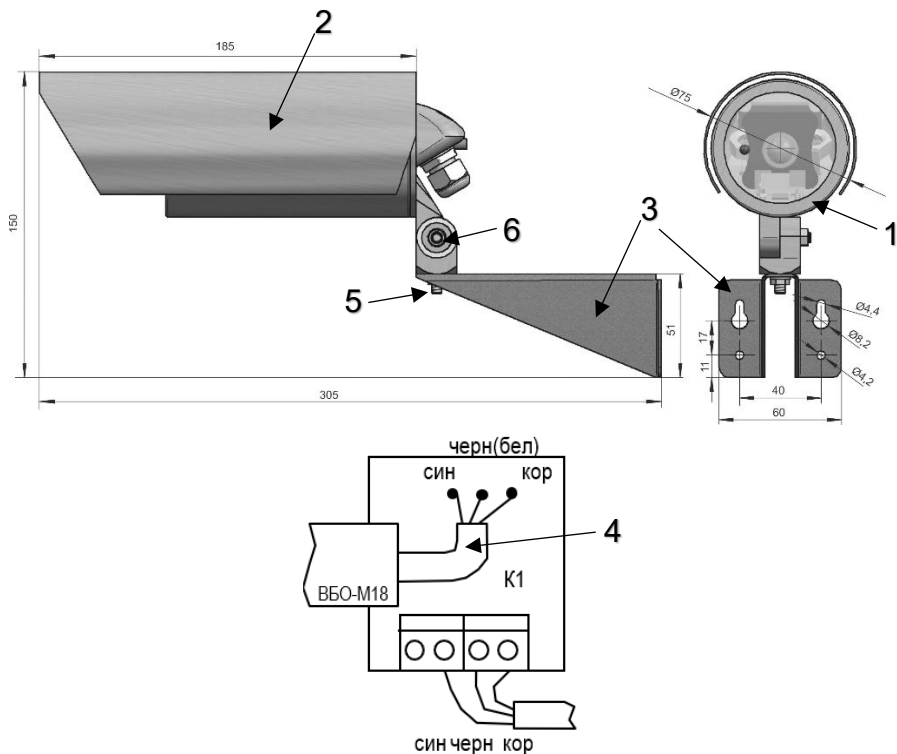

Рисунок 1 - Внешний вид и габаритные размеры
5.1.1 Вывернуть защитный кожух 1 корпуса (рисунок 1).
5.1.2 Разместить в термокожухе возле стекла пакет с силикагелем, предварительно сняв с него полиэтиленовую упаковку. При необходимости, подключить кабель 4 (рисунок 1) к клеммной колодке К1 в соответствии с Таблицей 3.
5.1.4 Закрепить кронштейны 3 (рисунок 1) в местах установки излучателя и приёмника.
5.1.5 Надеть на термокожухи излучателя и приёмника солнцезащитные козырьки 2 (рисунок 1).
5.1.6 Установить на кронштейны 3 и закрепить винтами 5 (рисунок 1) излучатель и приёмник.
5.2.2 Ослабить регулировочный винт 6 (рисунок 1) кронштейна приёмника, направить приёмник на излучатель, затянуть винт.